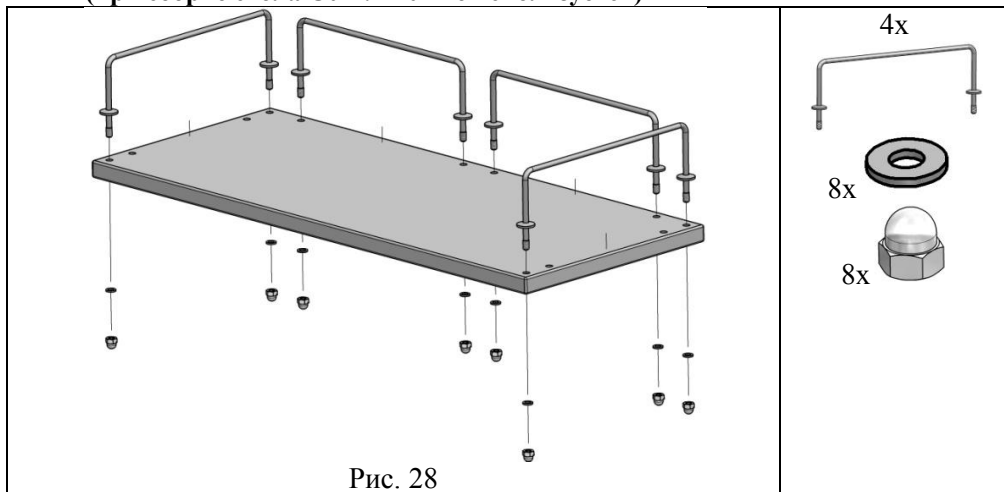

Рис. 28
4.5.12. В полку навесную заднюю (поз. 8) вставить ограничители в сборе (сборка по п. 4.5.11.) и через шайбы (поз. 2 пакет №10) прикрутить до упора гайками колпачковыми (поз. 3 пакет №10) и затянуть. (См. рис. 28)